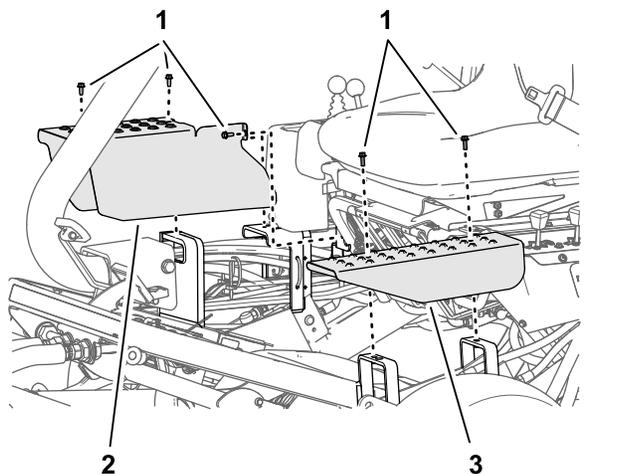

図 52
- 調整したい昇降シリンダのカバープレートを固定しているボルトを、シャーシのサポートブラケットから取り外す 図 52。